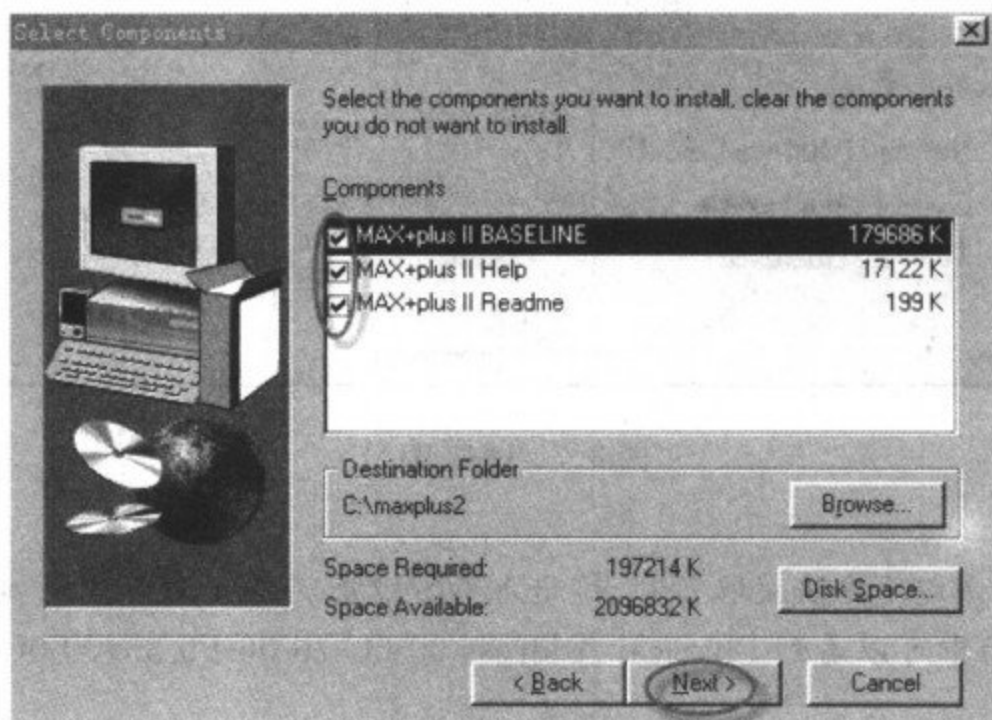

图 3-5 安装组件选择画面
- (5)单击 Next,出现安装组件选择画面,如图 3-5 所示。这里使用默认设置,即将 MAX+plusII baseline、MAX+plusII Help、MAX+plusII Readme 三个选项全部选中。
- (6)在接下来的两个对话框中,单击 Next,此时,软件开始安装,安装完成后,将在桌面上生成 MAX+plusII10.2 baseline 快捷画标。